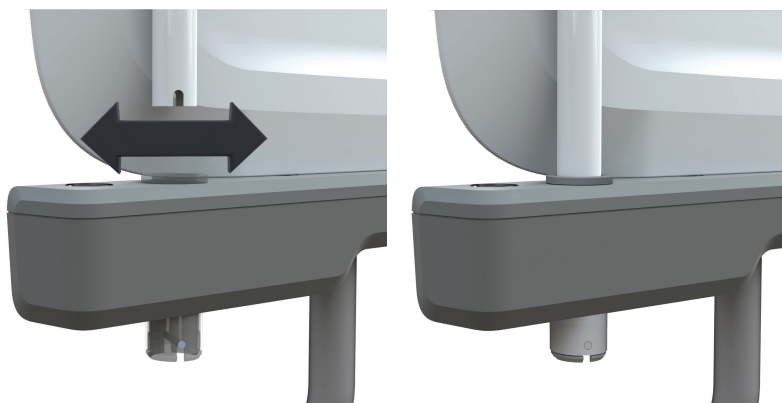

図 34 – リフトポールの着脱
1. リフトポールを2つの付属スリーブのいずれかの中央に配置し、挿し込みます (図 34)。